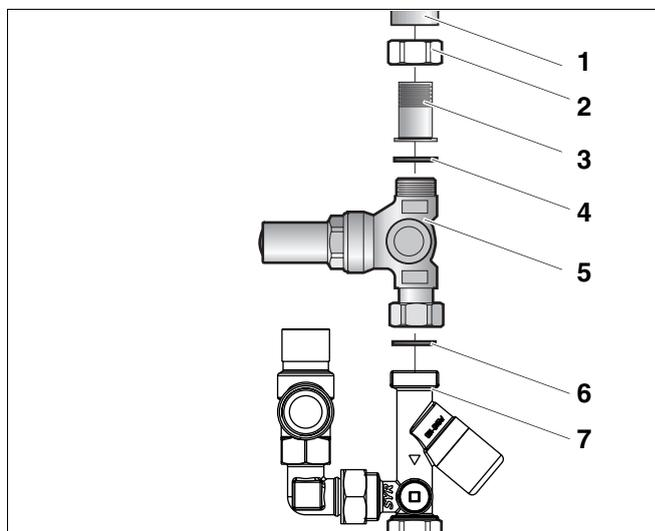

Bild 39 Druckminderer U-DM montieren
- Kurzen Schraubnippel (Bild 39, **Pos. 3**) mit Überwurfmutter (Bild 39, **Pos. 2**) in den Kaltwasseranschluss (Bild 39, **Pos. 1**) eindichten.
- Kurzen Schraubnippel (Bild 39, **Pos. 3**) mit Überwurfmutter (Bild 39, **Pos. 2**) und Dichtung (Bild 39, **Pos. 4**) an den Druckminderer (Bild 39, **Pos. 5**) schrauben.
- Druckminderer (Bild 39, **Pos. 5**) mit Überwurfmutter und Dichtung (Bild 39, **Pos. 6**) an die Sicherheitsgruppe (Bild 39, **Pos. 7**) schrauben. Auf Dichtung und Fließrichtung achten!